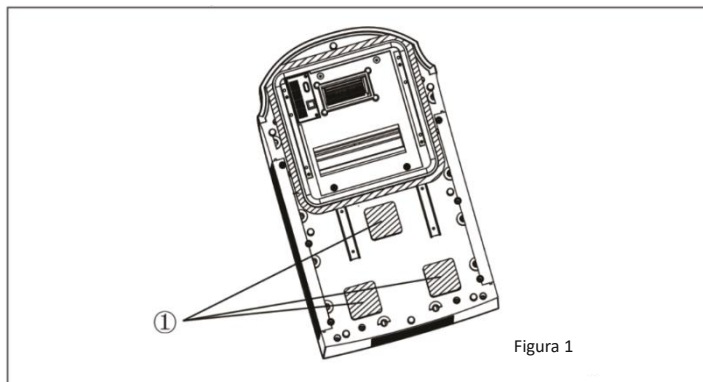

Figura 1
1. Antes de pegar la banda adhesiva y las piezas de esponja en la parte inferior de la unidad exterior, limpie las zonas de pegado que se muestran en la figura 1.
2. Saque la banda adhesiva y los trozos de esponja del embalaje, retire el papel de la superficie adhesiva y alinéelos en las posiciones de pegado como se muestra en la figura 1. Si la banda adhesiva está dañada o no está pegada en la posición adecuada, debe sustituirla por una nueva y pegarla correctamente.